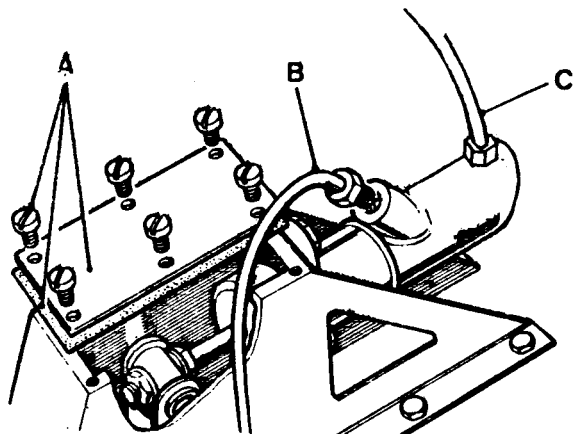
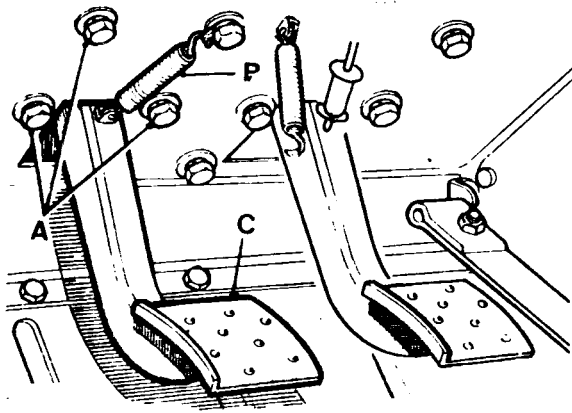
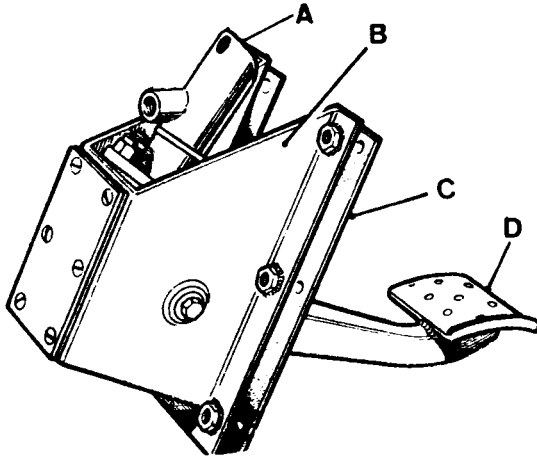

Fig. B2-17 - Tapa y cilindro principal del embrague.
Fig. B2-18 - Pedal del freno y piezas de sujeción del soporte.
Fig. B2-19 - Conjunto del soporte, pedal y cilindro principal.
1.1.- Con el capó desmontado, se soltarán las tuberías de entrada y salida de líquido al cilindro principal (fig. B2-17); se extraerán los tornillos que fijan el conjunto del soporte del pedal (fig. B2-18) y el muelle de retroceso, retirando el soporte con el cilindro principal y pedal (fig. B2-19).
1.2.- Después de quitar la tapa (fig. B2-17), sujeta por los correspondientes tornillos, se separará la junta y los elementos de fijación de la varilla de empuje, introduciendo luego ésta en el cilindro hasta que su extremo déje libre el pasador al que se articula en el extremo de la palanca del pedal.